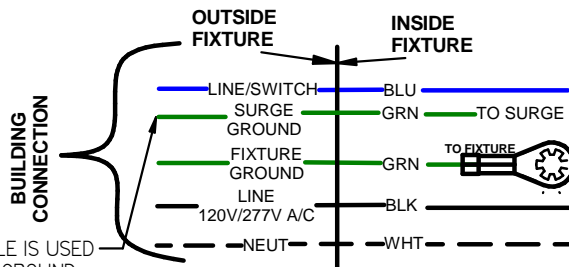

FIG. 4
STEP II WIRING (See FIG. 1 and FIG. 4)
- For direct wire connections, connect ground wire to the two green wires. Connect black to line and white to neutral then push connections back inside J-box (See FIG. 4 for details.)
- The rubber grommet that allows wires to pass through the rear of the fixture can be seen in FIG. 4. Note the location of surge ground wire.
L'ÉTAPE II CÂBLAGE (VOIR FIG. 1 & FIG. 4)
- Pour les connexions filaires directes, brancher le fil de masse au fil vert. Brancher le fil noir à la ligne et le blanc au neutre puis connexions push retour à l'intérieur J-Box. (Voir FIG. 4 pour plus de détails)
- La bague en caoutchouc qui permet aux fils de passer à travers l'arrière de l'appareil peut être vu sur la Fig. 4